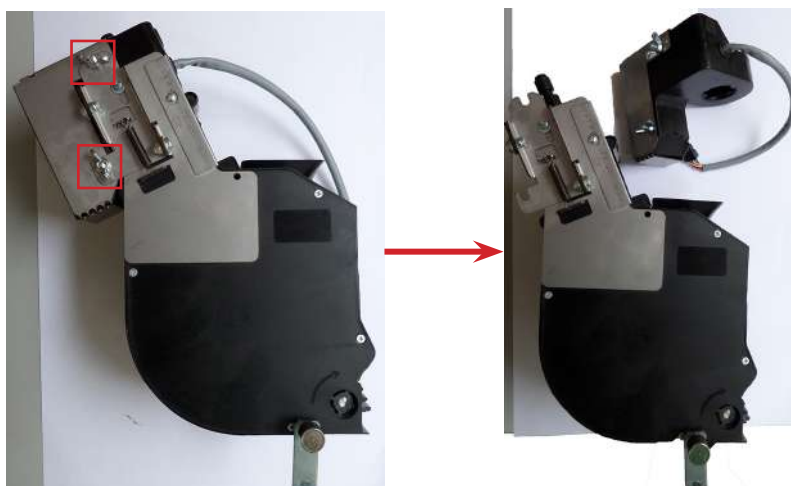

Рисунок 55 - Очистка варио-группы
- Извлеките группу эспрессо из автомата (см. РЭ и рис. 55);